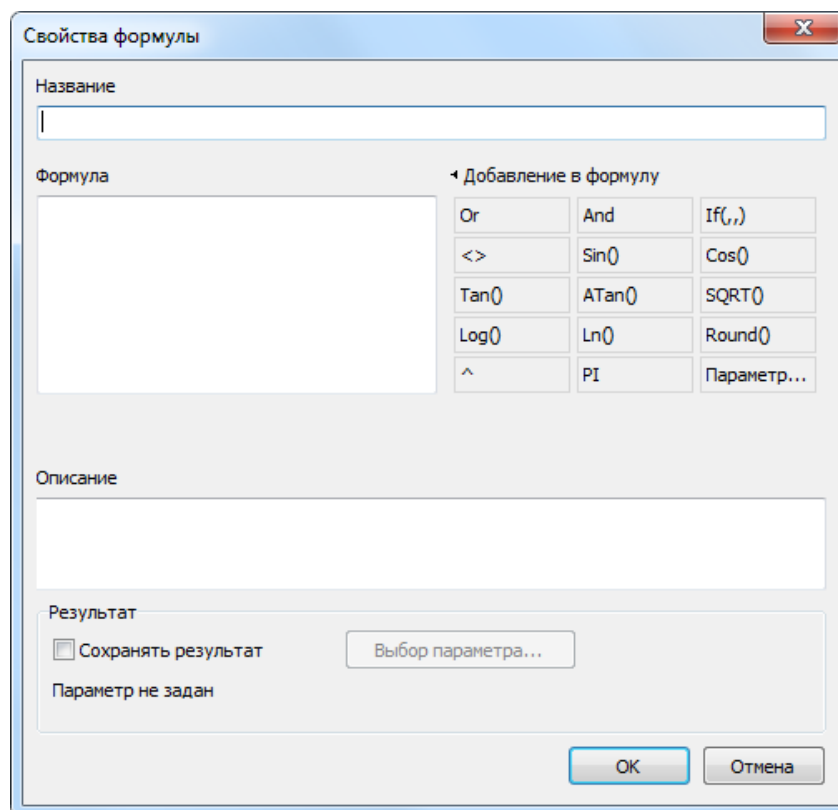

Рисунок 227. Диалог "Свойства формулы"
2. Нажмите кнопку ▲, после чего отредактируйте информацию в появившемся диалоге "**Свойства формулы**" (Рис. 227), работа в котором аналогична работе с диалогом при создании формулы.